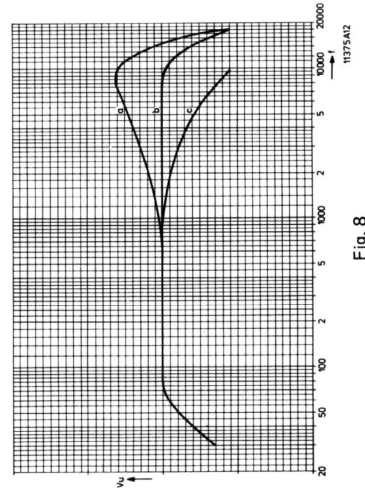

Fig. 8
- Bij een goede instelling zal de frequentiekarakteristiek als in Fig. 8 curve b verlopen, vervorming ≤ 3%.
De frequentiekarakteristiek zal er dan uitzien als getekend in Fig. 8 curve a.
- Bij een te grote voormagnetisatie worden de hoge tonen te veel verzwakt, zie de karakteristiek Fig. 8 curve c.